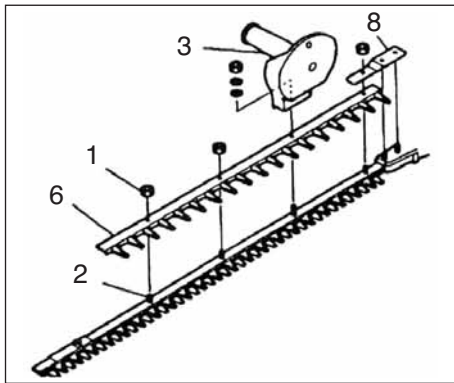

Рис.1-2
* Для монтажа накопительной пластины на СН105ЕС (С) воспользоваться каждой (5) из двух предусмотренных шайб под уборочной пластиной или двумя крепёжными болтами лезвия, на конце режущего лезвия (при наличии подобного оснащения).
4. Прежде чем зафиксировать затянутые вручную гайки, вкрутить устанавливаемые крепёжные болты лезвия (2), затем выкрутить болты прил. на 1/2 оборота.
Рукоятка В (3) и тупоконечное защитное приспособление (6) для США/КАНАДЫ (Рис. 1-2, 3) (при наличии подобного оснащения)
1. Демонтировать четыре гайки (1) (при двухстороннем лезвии три гайки (1)) на стороне шпиндельной головки